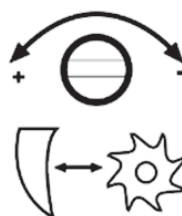

Fig. 8
4. Tournez lentement le bouton de réglage [5] dans le sens des aiguilles d'une montre jusqu'à entendre des bruits de grattement (Fig. 8, 9). De petits copeaux d'aluminium doivent tomber par la goulotte d'évacuation.